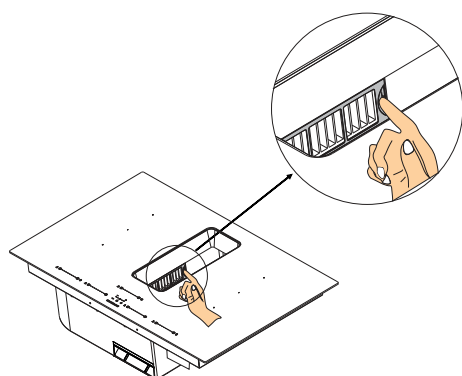

Abb. 72
2. ➤ Entfernen Sie den Aktivkohlefilter, indem Sie ihn an der Aussparung in dem Aufnahmegitter festhalten (Abb. 72).